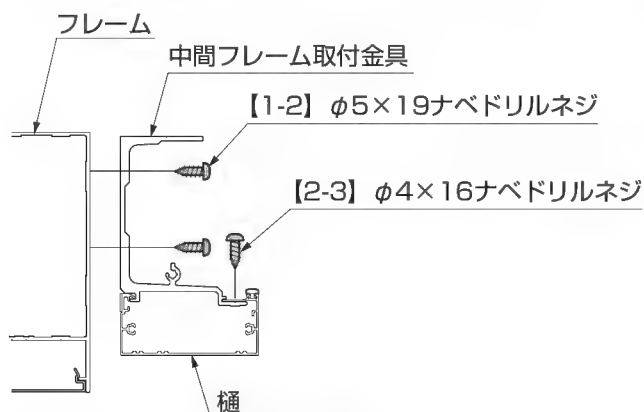

図2-10 A部詳細図中間部
- ② 樋に組付けた中間フレーム取付金具をフレームに【1-2】で取付けてください。(図2-10参照)
- ③ 中間フレーム取付金具を樋に【2-3】で取付けてください。(図2-10参照)